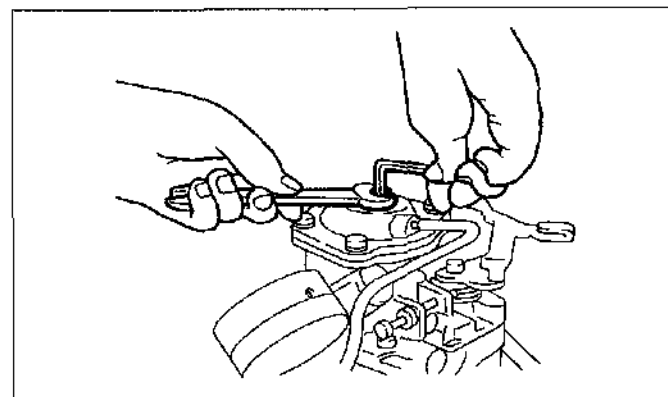

Figura.15-32 Ajuste del tornillo de tope
(2) Lleve a cabo el ajuste del tornillo de tope como se muestra en la figura.15-32.